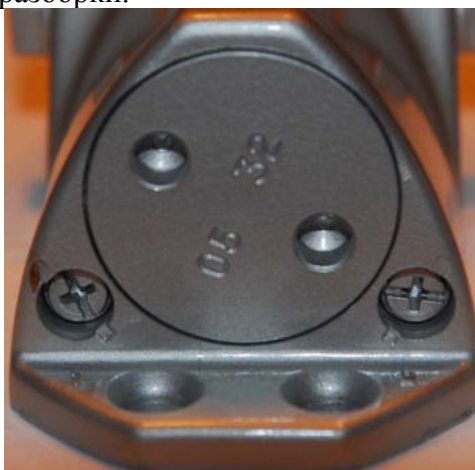

Рис. 15
1. Изготовитель гарантирует исправную работу изделия в течение 24 месяцев с даты изготовления. Дата изготовления указана на торце корпуса доводчика со стороны регулировочных клапанов на пробке в виде четырехзначного числа. Первые две цифры обозначают год выпуска, две последние – календарную неделю на которой оно изготовлено. (Рис. 15).